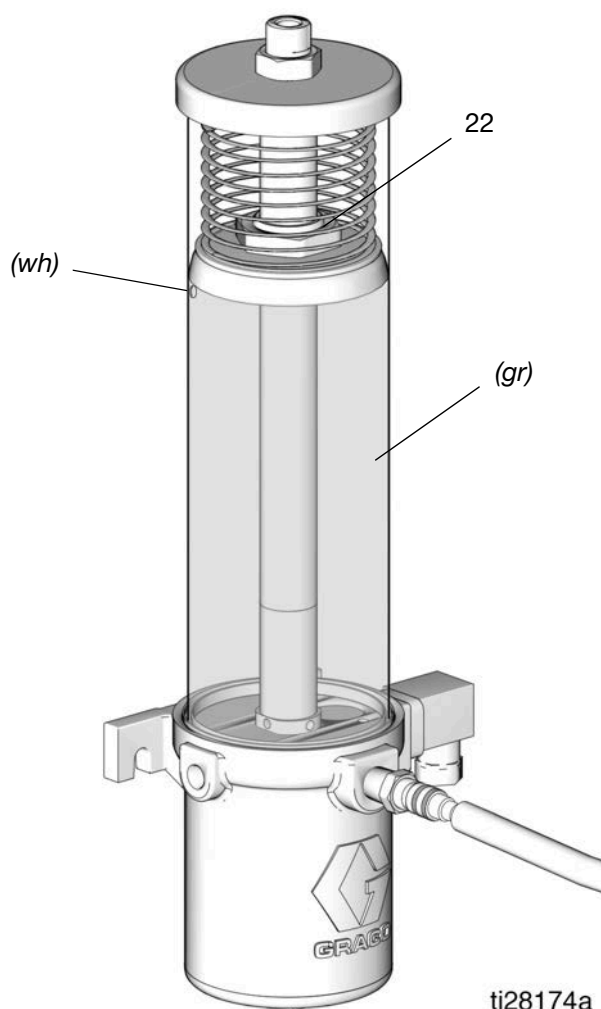

FIG. 5
- Injectez lentement de la graisse depuis la pompe de remplissage dans le réservoir jusqu'à ce que la graisse dans le réservoir soulève le plateau suiveur (22) au-dessus du trop-plein du réservoir (wh), que la graisse sorte du trop-plein (wh) et évacue l'air continu dans le réservoir (FIG. 5).